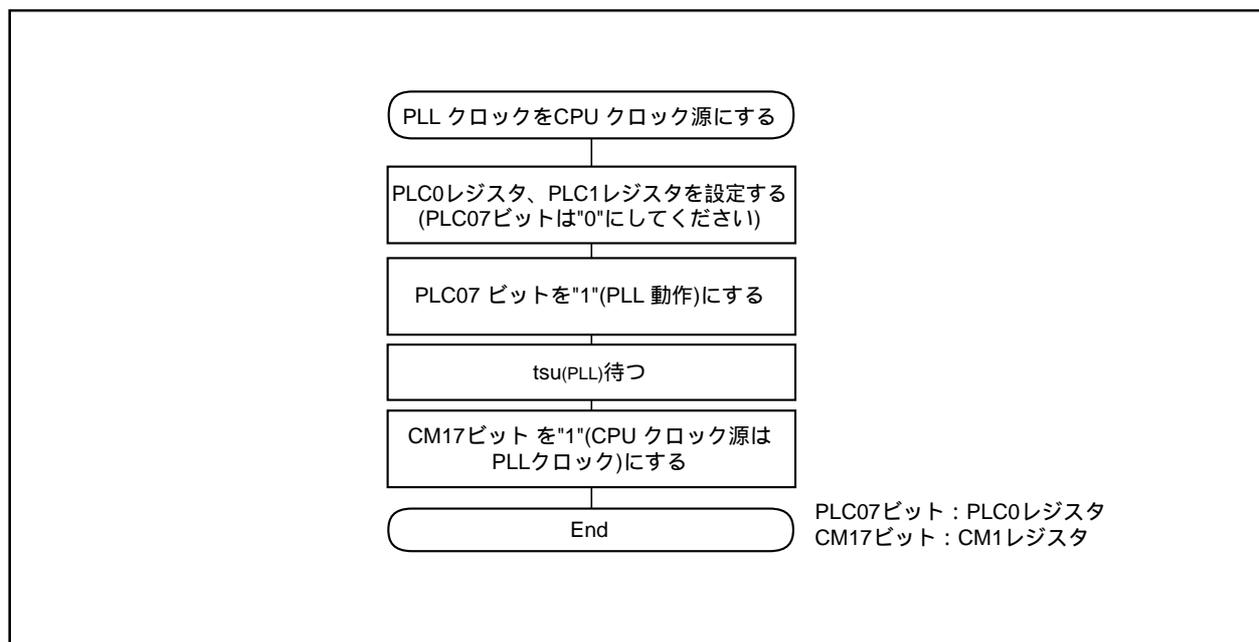

図8.11 PLLクロックをCPUクロック源にする手順
- 注4. CM17ビットはCM2レジスタのCM21ビットが“0”のとき有効です。CM17ビットを“1”にする場合は、図8.11の手順に従ってください。
PLLクロックは、電圧制御発振器(VCO)から出力されるクロックの2分周または3分周が選択できます。CPUクロックや周辺機能クロックのクロック源として使用する場合、表8.3に示すように各ビットを設定してください。また、図8.11にPLLクロックをCPUクロック源にする手順を示します。